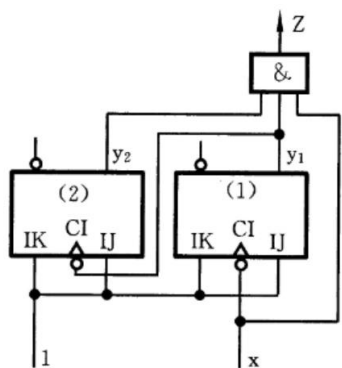

图 6.2 逻辑电路
- 在Logisim上实现例题6.1的模4加1计数器（图6.2），该电路的输入为 x ，状态为 y_2 、 y_1 ，输出为 Z 。